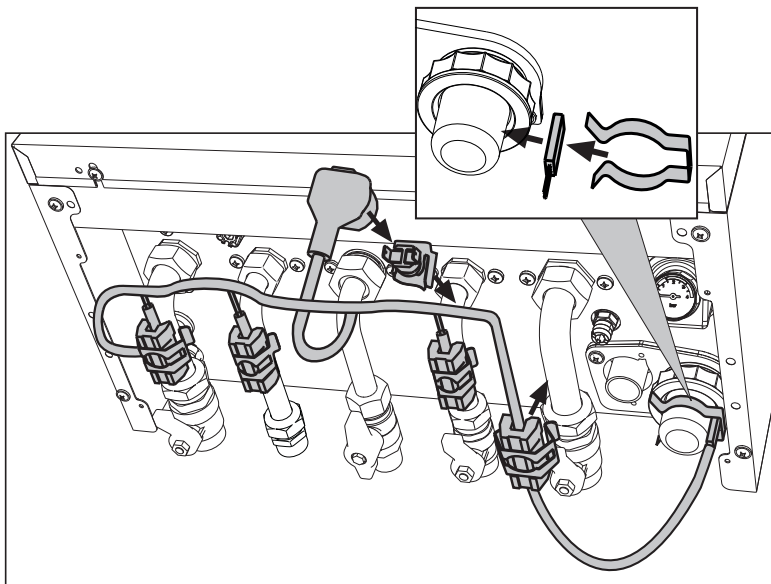

fig. 39- Kit antihielo
En caso de instalación en el exterior, en un lugar parcialmente resguardado para temperaturas inferiores a -5°C y hasta -15°C , se debe instalar el kit antihielo para proteger el circuito. Conecte el kit a la tarjeta electrónica mediante la conexión indicada en el esquema eléctrico de fig. 60 (288) y coloque el termostato y los calentadores en los tubos de la manera ilustrada en fig. 39 y en las instrucciones adjuntas al kit.